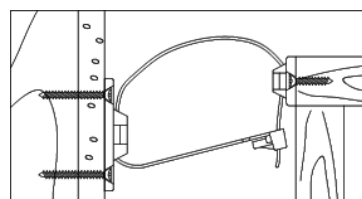

Figura 3
- 3) **PARA MONTAR LAS PLACAS DE PARED:** Coloque la placa de pared sobre la marca de viga seleccionada de manera que quede cerca de la placa en el mueble cuando mueva este a su posición final. La placa de pared debe ubicarse UNA pulgada debajo de la placa de mueble (Vea figura 3). Utilice los DOS tornillos Largos para asegurar la placa a la pared. Recuerdo colocar la placa de pared de manera vertical para que los dos tornillos entren en la viga seleccionada.